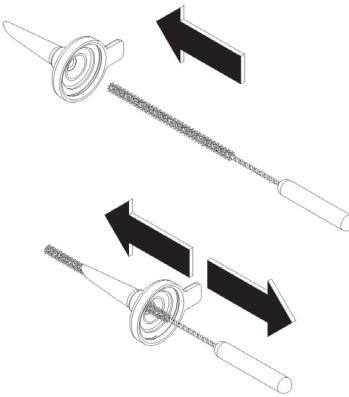

figura 14
- 4 Pulire il beccuccio di erogazione con l'apposito scovolino dato in dotazione. (vedere figura 14)